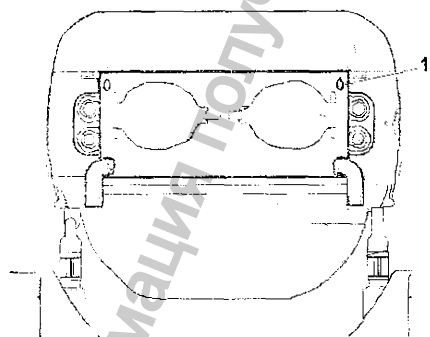

Рисунок 2.3.2 - Вид боковой дверцы
- повернуть внутрь (к центру) две ручки-фиксаторы 1 (рисунок 2.3.2) до выхода из зацепления с краем колпачка;